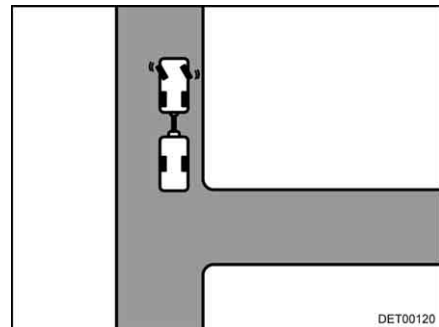

Bild 15 Links einschlagen
- Bei stehendem Gespann nach links einschlagen (Bild 15).